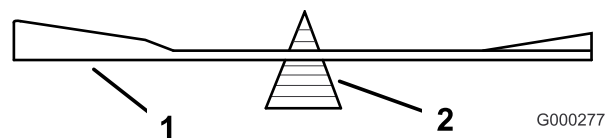

Figure 58
2. Vérifiez l'équilibre de la lame en la plaçant sur un équilibreur (Figure 58). Si la lame reste horizontale,
elle est équilibrée et peut être utilisée. Si la lame est déséquilibrée, limez un peu l'extrémité de la partie relevée seulement (Figure 58). Répétez cette procédure jusqu'à ce que la lame soit équilibrée.